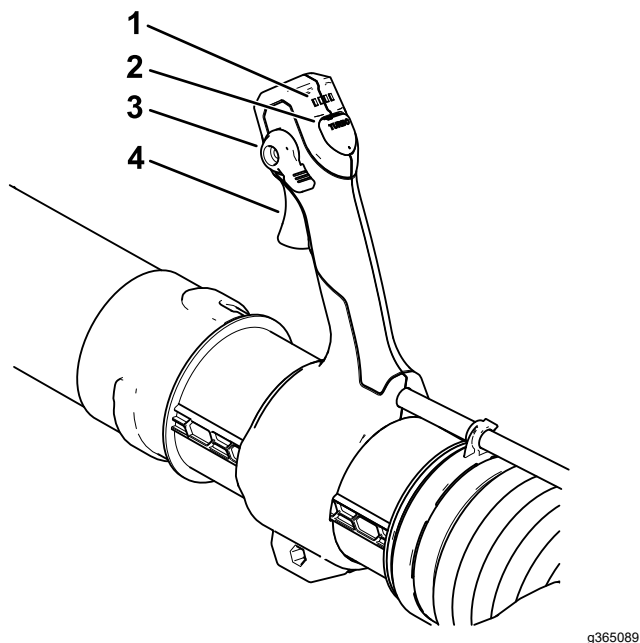

Figura 20
9. Para ligar o soprador, aperte o gatilho de velocidade variável (Figura 20).
**Nota:** Acione o bloqueio de velocidade para manter a máquina ligada sem premir o gatilho de velocidade variável (Figura 20).
Para ajustar a velocidade do ar à medida que se sopra, use o gatilho de velocidade variável (Figura 20).
Para atingir o máximo desempenho (velocidade do ar), mantenha premido o botão do gatilho, depois prima e mantenha premido o botão de turbo durante o período de tempo desejado (Figura 20).
Para manter a velocidade do ar atual, engate o bloqueio de velocidade (Figura 20).